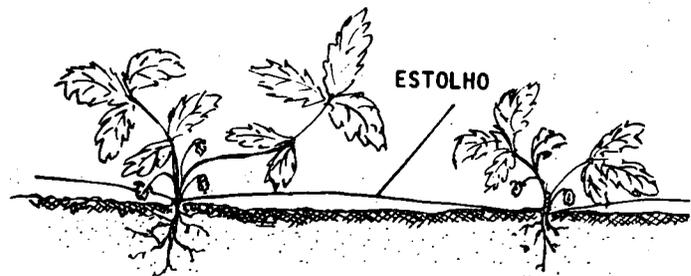

Fig. 1
*Estolhos*, ou ramos laterais com gemas que, ao serem separadas do corpo principal e em condições adequadas, emitem raízes e folhas (fig. 1).